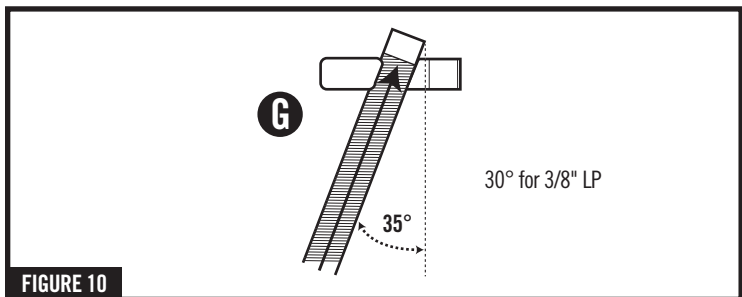
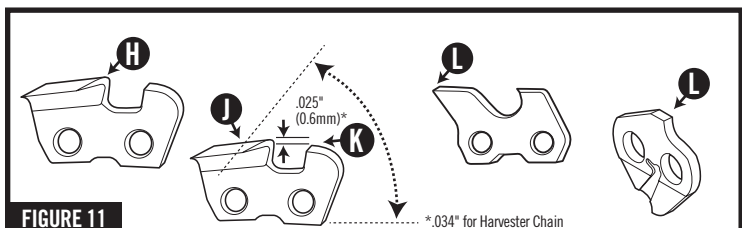

FIGURE 10
FIGURE 11
1. Using correct size round file, apply pressure horizontally into cutter filing in direction of arrow (G) (Figure 10)
2. Once cutter has been filed, the leading edge when viewed from the side should hook slightly forward (H).
3. The cutting edge at the outermost tip of the top plate should be slanted at 60°. The chain will cut best when all cutters are filed to the same length (J).
4. Lower the depth gauges with a flat file (K). Some expected filing of the rear guard link tang for cutter types S will eventually occur (L) (Figure 11).
1. À l'aide d'une lime ronde à dimension appropriée, appuyer horizontalement sur le tranchant en limant dans la direction de la flèche (G) (Figure 10).
2. Une fois les tranchants affûtés, la partie avant devrait, vue de côté, être légèrement inclinée vers l'avant (H).
3. La face coupante des tranchants du toit être à un angle de 60°. La longueur uniforme des tranchants a une importance capitale pour la performance de la chaîne (J).
4. Diminuer la hauteur des limiteurs de profondeur à l'aide d'une lime plate (K). Il sera éventuellement nécessaire d'affûter le tenon des maillons de protection arrière pour les tranchants des types S (U) (Figure 11).